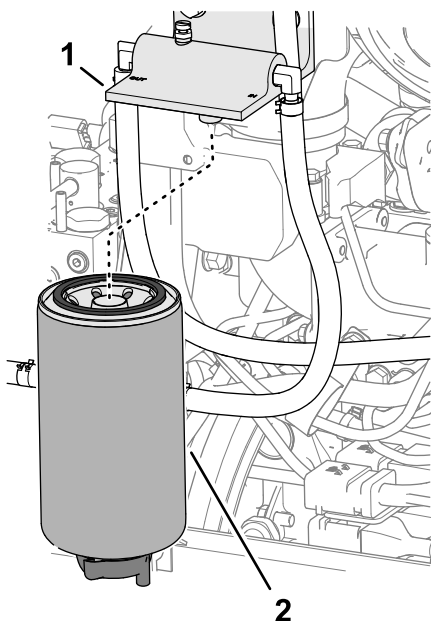

Рисунок 129
2. Очистите фильтр-водоотделитель для топлива и головку фильтра (Рисунок 129).